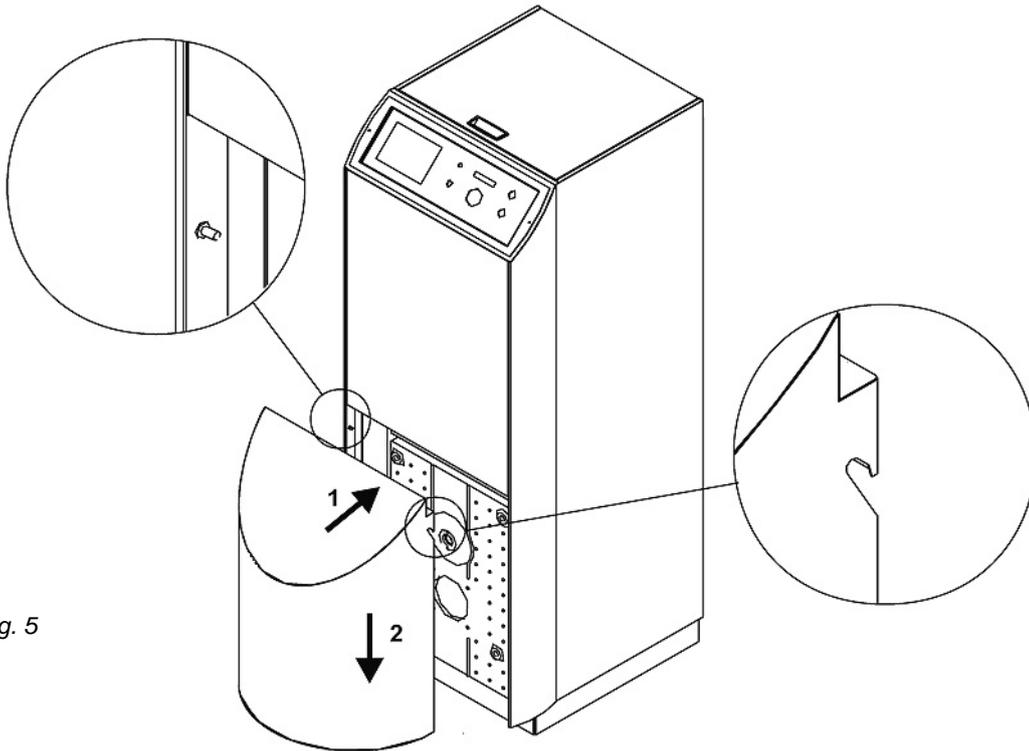

Fig. 5
- ▶ Zie fig. 5 voor de montage.
- ▶ Voir fig. 5 pour le montage.